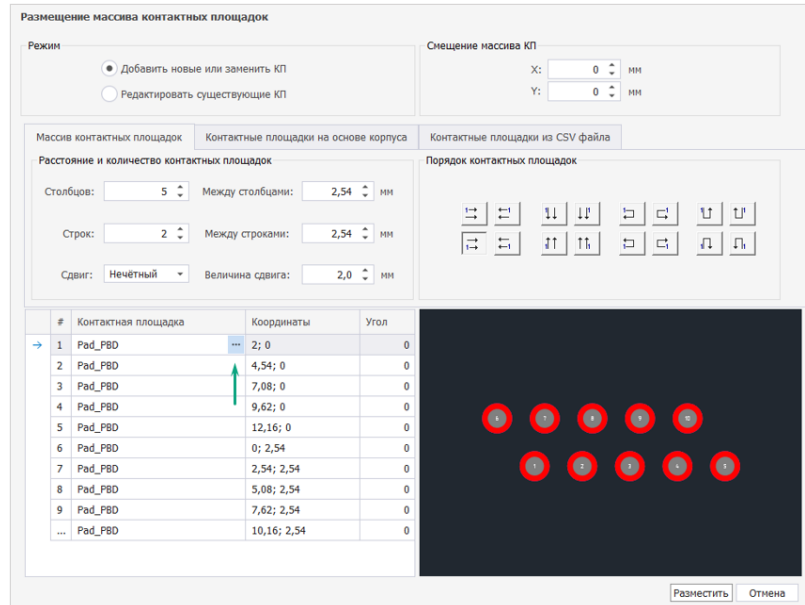

Рис. 92 Переход к выбору типа контактной площадки
1. Нажать на символ «…» в правой части столбца «Контактная площадка», см. Рис. 92.